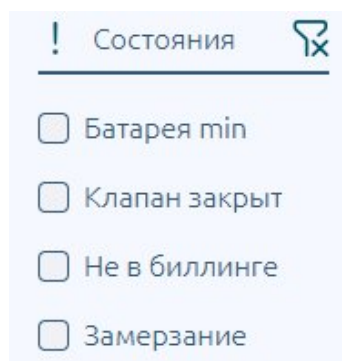

Рис. 11: Состояния
- Состояния- сортировка по состоянию ПУ закрытый клапан/батарея на минимуме/замерзание/не в билинге (Рисунок 11)